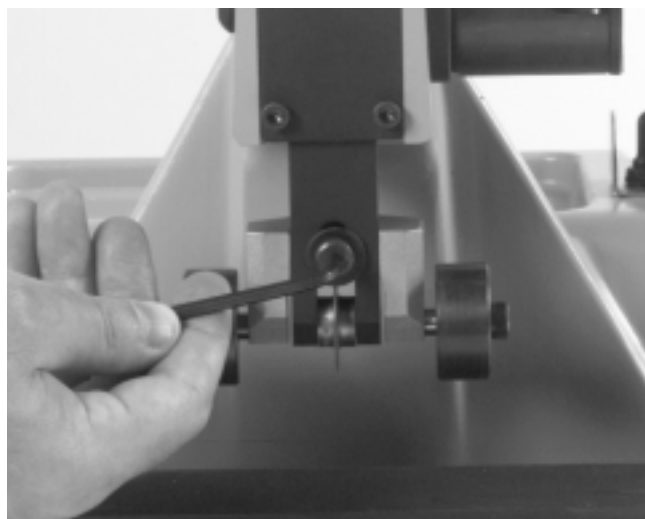

Figure 10A – Desserrage du boulon d'épaulement
1. Desserrez le boulon d'épaulement, puis retirez le chariot de galet (*Figure 10A*). Assurez-vous que le boulon d'épaulement reste engagé dans l'arbre afin qu'il puisse garder le ressort de tension en place.